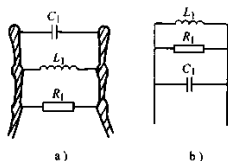
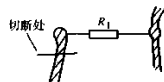

图 1-8 在路检测示意图
图 1-10 断开检测阻值示意图
3) R 十分接近 0，此时还不能断定所测电阻器短路（通常电阻器短路现象不多），要通过进一步检测来证实，因为如图 1-8 所示电路中的电阻 R_1 ，在测得的结果中 R 便会为十分接近 0，因为线圈 L_1 短接了电阻 R_1 ，测量时所测到的阻值是线圈的直流电阻，而线圈的直流电阻是很小的。这种情况下，可采取后面介绍的脱开检测方法来进行进一步检查。
2) 切断电阻器一根引脚的铜箔线路, 脱开所要测量的电阻 R_1 , 如图 1-10 所示。但对图 1-8 所示电路中的 R_1 不宜使用断铜箔的方法, 因为 R_1 的两根引脚铜箔线路均不在顶端, 在这样的情况下断铜箔要有两个铜箔断口, 创伤大。用焊下 R_1 的一根引脚方法脱开 R_1 比较好。
从图 1-10 中可以看出, 此处切断 R_1 的左端引脚铜箔线路较方便, 而右端也要断开两处铜箔线路, 不方便。